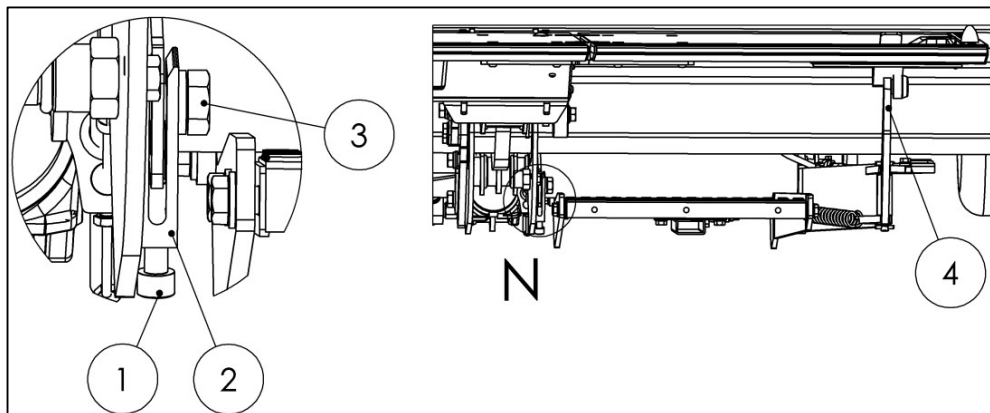

Fig. 78
Si es necesario, ajuste la altura de la sección plegable en el lado derecho de la plataforma usando la horquilla de ajuste derecha (2) (tornillo de ajuste accesible desde abajo) (vea Fig.78)